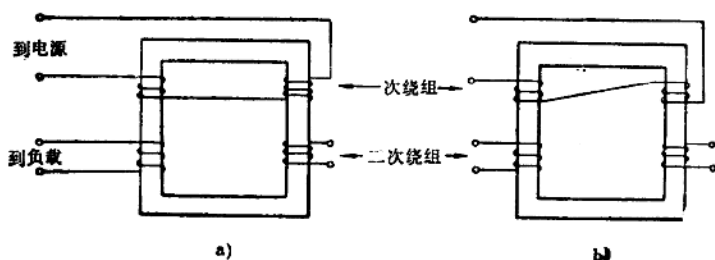

图7-2-1 单相变压器一次绕组串联接法
⑥ 绕组断路 除去被短路电流烧坏以外，普通电力变压器很少有线圈内断路的情况。断路的地方通常在引线上或是接头上。此故障用眼查找或用灯试验不难找到，找到故障后修理时只需焊好松脱的接头，或换用完整的引线就能修好，比较简单。若在线圈内断路，则必须拆开线圈重焊。
⑦ 绕组的线圈接反 新绕的线圈因为连接成绕组时接头搞错，就可能发生许多毛病。现在假设有一个单相心式变压器，用在高压时它的一次绕组应按图 7-2-1 a 表示的方法把两个线圈串联后接
到电源上。若错误地按图 7-2-1 b 连接，那么接到电源时就会熔断熔断器或发生过热。